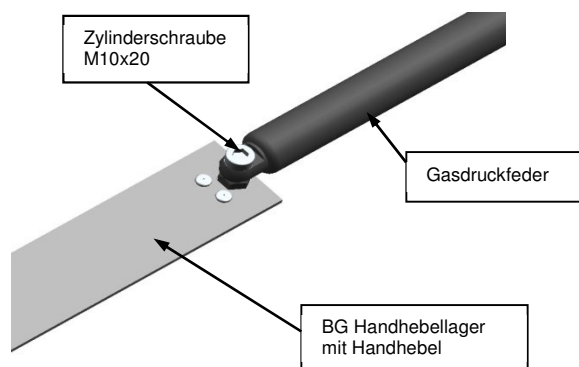

Abbildung 7, Gasdruckfeder unten befestigen
10. Das untere Befestigungsauge mit Zylinderschraube M10x20 an BG Handhebellager mit Handhebel anschrauben (siehe Abbildung 7, Gasdruckfeder unten befestigen)